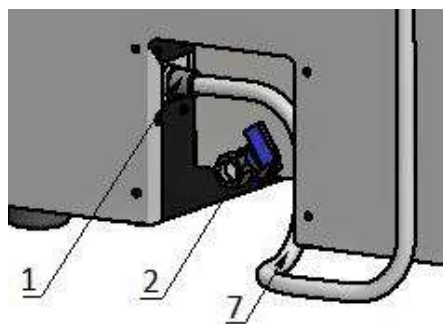

Рис.4
7.10. Подсоединить душ (Поз.7, Рис.4) к патрубку (Поз.1, Рис.4) предварительно сняв лючок (Поз.8, Рис.3).
9.10. При длительном перерыве в работе установки помимо отключения его от сети электроснабжения, водоснабжения, канализации и заземления необходимо слить воду из гидрозатвора. Для этого необходимо снять лючок (Поз.8, Рис.3), затем (используя гибкую сантехническую подводку или емкость) открыть кран слива воды из гидрозатвора (Поз.2, Рис.4). Также необходимо слить воду из парогенератора. Для этого необходимо (используя гибкую сантехническую подводку или емкость) открыть кран слива воды из парогенератора (Поз.16, Рис.3).